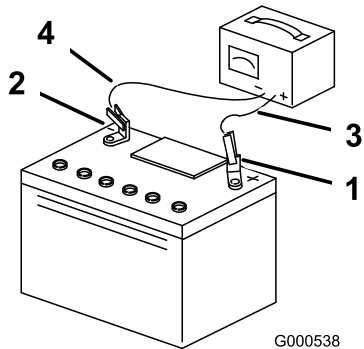

Bild 45
- Ziehen Sie, wenn die Batterie voll geladen ist, den Stecker des Ladegeräts aus der Dose. Klemmen Sie dann die Klemmen des Ladegeräts von den Batteriepolen ab (Bild 45).